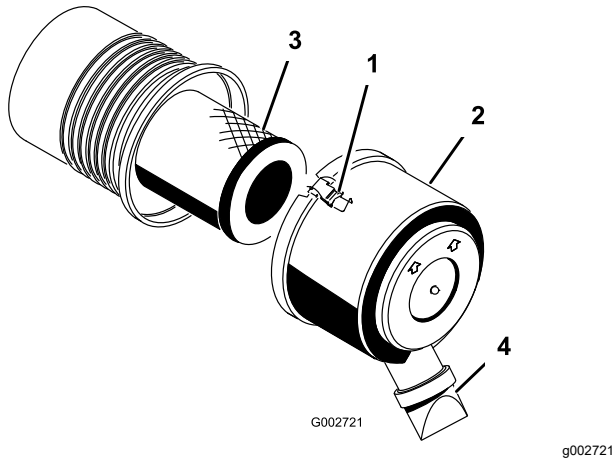

図 27
1. エアクリーナのカバーをボディーに固定しているラッチを外す(図 27)。